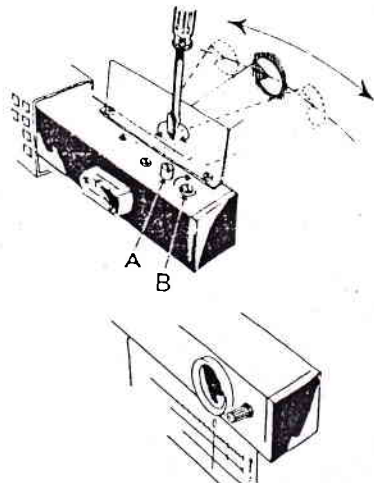

Fig. 36
3. Draai schroef B (fig. 36) los en verdraai de excentriek A, zodat de lichtpijl in de richting van de meetlijn beweegt, tot de helft van A. Zet schroef B weer vast.